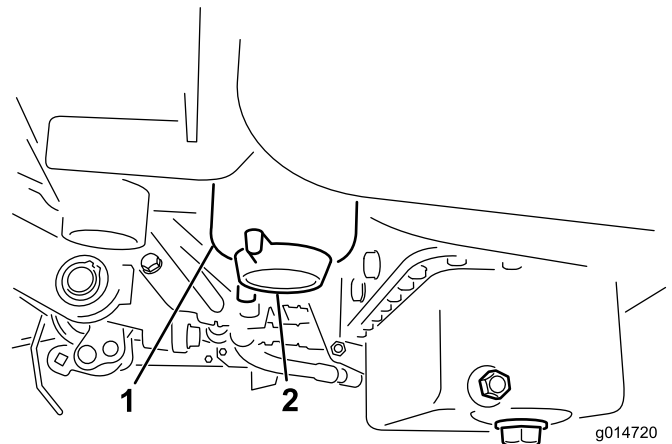

Figura 30
3. Abra el tapón de vaciado del filtro de combustible aproximadamente una vuelta y drene cualquier agua acumulada (Figura 30). Apriete el tapón después del vaciado.